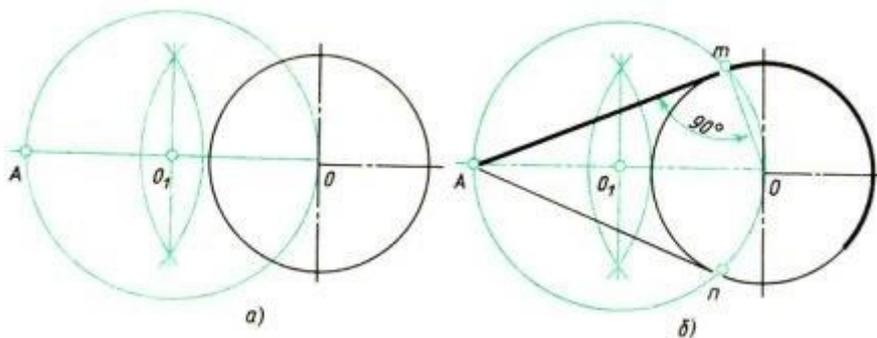
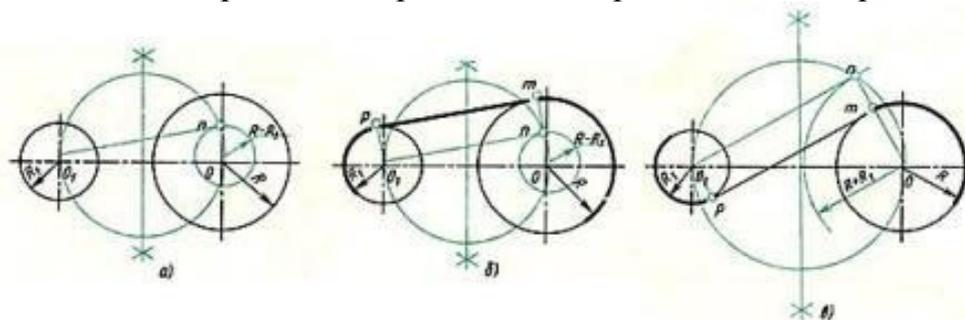

Рис. 14. Построение касательной к окружности
Рис. 15. Построение касательной к двум окружностям
Задана окружность с центром  $O$  и точка  $A$  (рис. 14, а). Требуется провести из точки  $A$  касательную к окружности.
Строят вспомогательную окружность диаметром, равным  $O_1A$  (рис. 14, а). Чтобы найти центр  $O_1$  - делят отрезок  $OA$  пополам (см. здесь).
2. Точки  $m$  и  $n$  пересечения вспомогательной окружности с заданной - искомые точки касания. Точку  $A$  соединяют прямой с точками  $m$  или  $n$  (рис. 14, б). Прямая  $Am$  будет перпендикулярна к прямой  $Om$ , так как угол  $AmO$  опирается на диаметр.
Различают два случая касания: *внешнее* (рис. 15,б) и *внутреннее* (рис. 15, в).
1. Из центра  $O$  проводят вспомогательную окружность радиусом, равным разности радиусов заданных окружностей, т. е.  $R - R_1$  (рис. 15, а). К этой окружности из центра  $O_1$  проводят касательную  $O_1m$ . Построение касательной показано на рис. 15.
2. Радиус, проведенный из точки  $O$  в точку  $n$ , продолжают до пересечения в точке  $m$  с заданной окружностью радиусом  $R$ . Параллельно радиусу  $O_1m$  проводят радиус  $O_1p$  меньшей окружности. Прямая, соединяющая точки сопряжений  $m$  и  $p$ , - касательная к заданным окружностям (рис. 15, б).
При внутреннем касании построение проводят аналогично, но вспомогательную окружность проводят радиусом, равным сумме радиусов  $R + R_1$  (см. рис. 15, в). Затем из центра  $O_1$  проводят касательную к вспомогательной окружности (см. рис. 14). Точку  $n$  соединяют радиусом с центром  $O$ . Параллельно радиусу  $O_1n$  проводят радиус  $O_1p$  меньшей окружности. Искомая касательная проходит через точки сопряжений  $m$  и  $p$ .